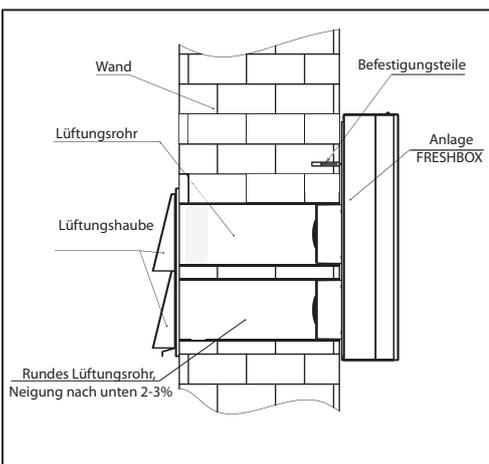

Abb. 9.
- b) Verbinden Sie die Anlagestützen mit den Lüftungsrohren, Abb. 9.